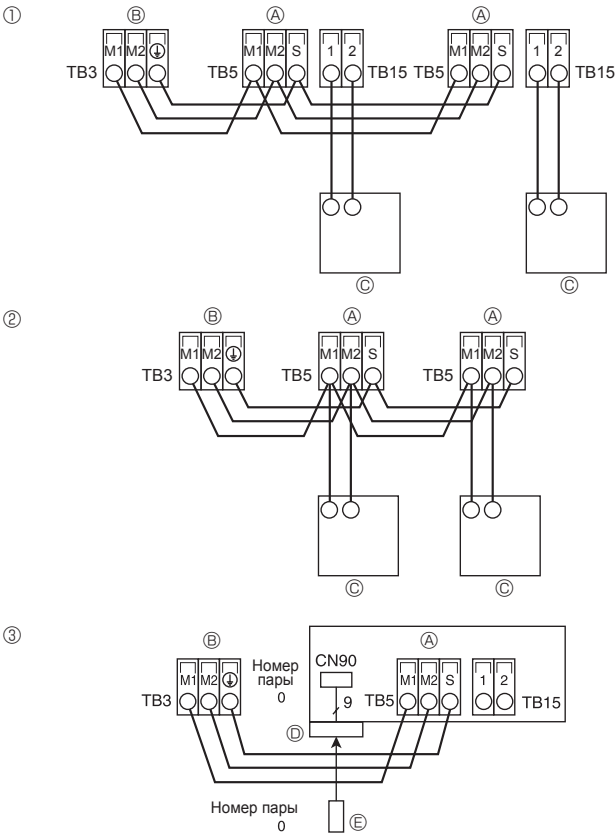

Fig. 5-9
5.5. Подсоединение пульта дистанционного управления, кабелей передачи внутри и снаружи (Fig. 5-9)